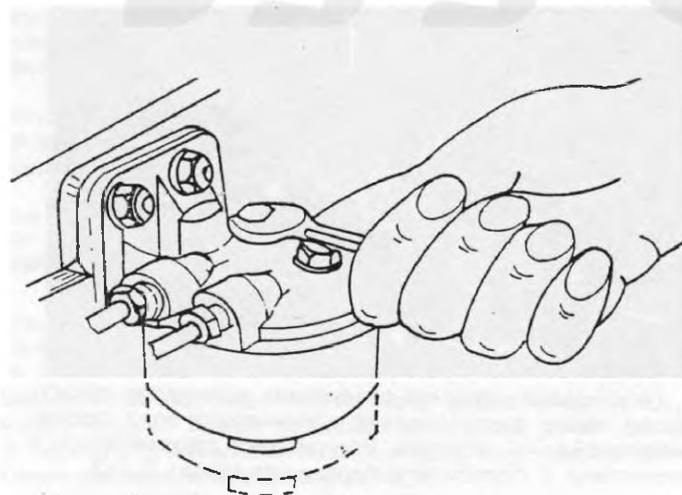

Рис. 29. Замена фильтрующего элемента
2. Отвинтить специальный болт в середине крышки, придерживая стакан рукой (рис. 29).